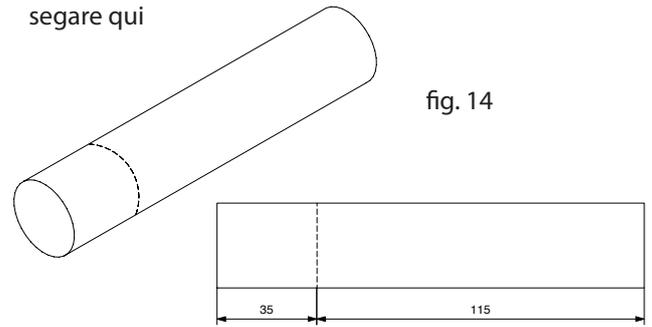

fig. 14
14. Tagliare il tondello (6), come illustrato nella fig. 14.